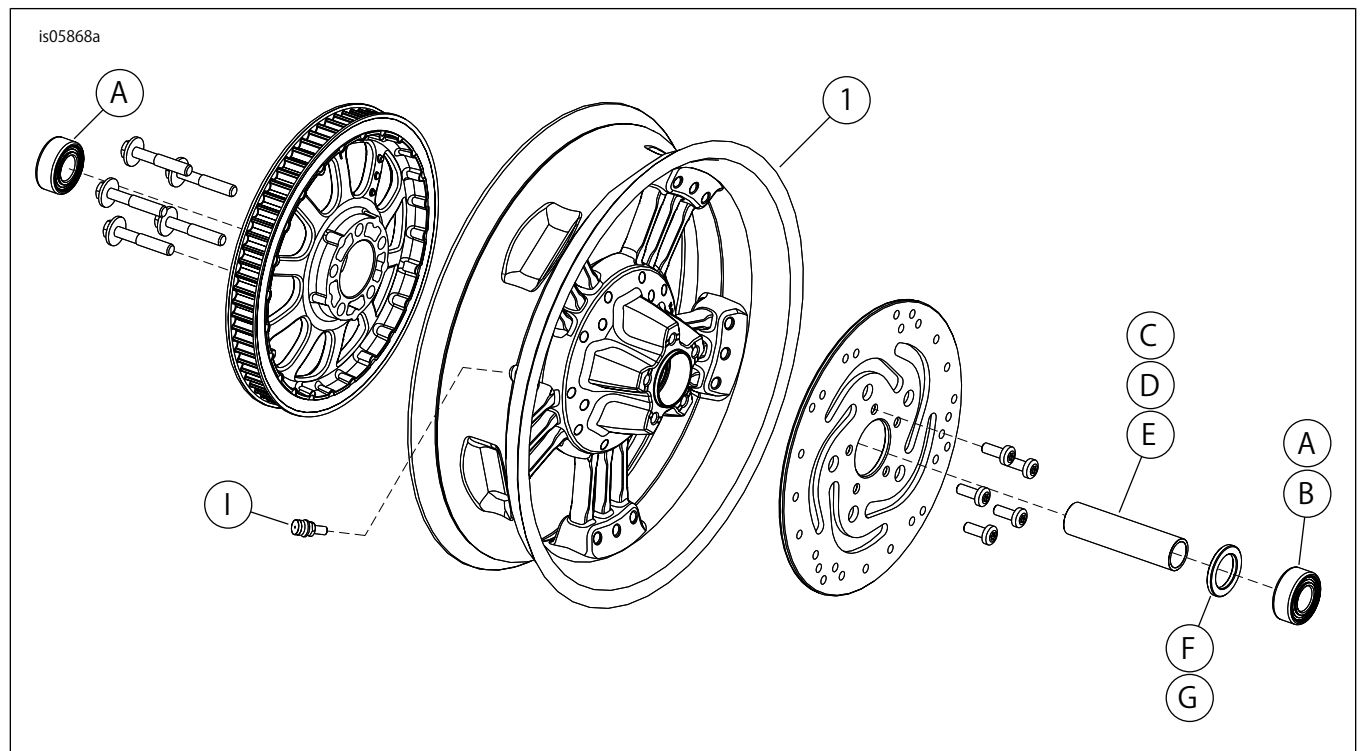

図1。交換用パーツ：リアマグナム5ホイール(17 inサイズを表記)
これらのキットには、カスタムホイールのみ付属します。図1を参照してください。及び「表2」。
2. 図1を参照してください。該当するサービスマニュアルの説明に従って、バルブシステムアッセンブリ(I)をホイールに取り付けます。